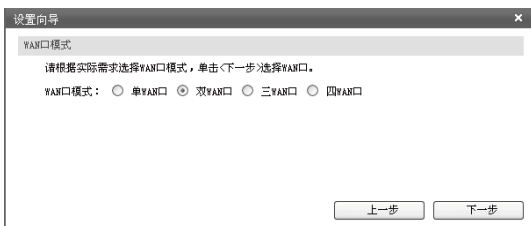

图4-4 WAN口模式
4. 请根据实际需求选择WAN口模式，如图4-4所示（单WAN口高速宽带路由器没有此界面），单击“下一步”，进入WAN口选择界面。